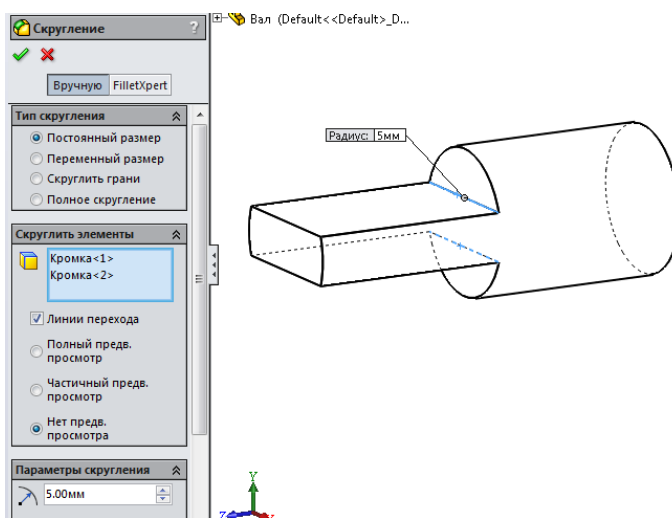

Рисунок 4.10 – «Невидимые линии»
14. На панелі інструментів «Вид» натисніть кнопку «Невидимые линии» пунктиром (рисунок 4.10).